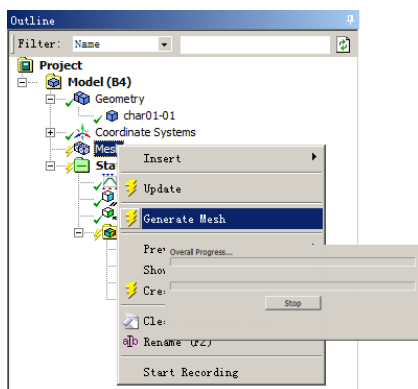
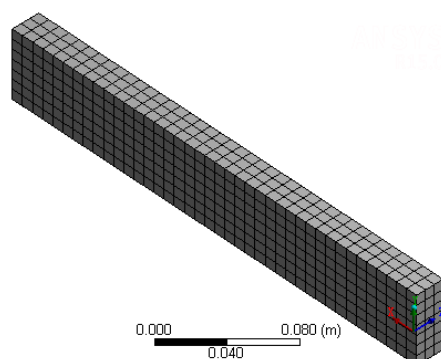

图 1-38 生成网格
图 1-39 网格效果
- 步骤 02** 在 Outline (分析树) 中的 Mesh 选项上单击鼠标右键, 在弹出的快捷菜单中选择 ⚡ Generate Mesh 命令, 此时会弹出如图 1-38 所示的进度显示条, 表示网格正在划分, 当网格划分完成后, 进度条自动消失, 最终的网格效果如图 1-39 所示。